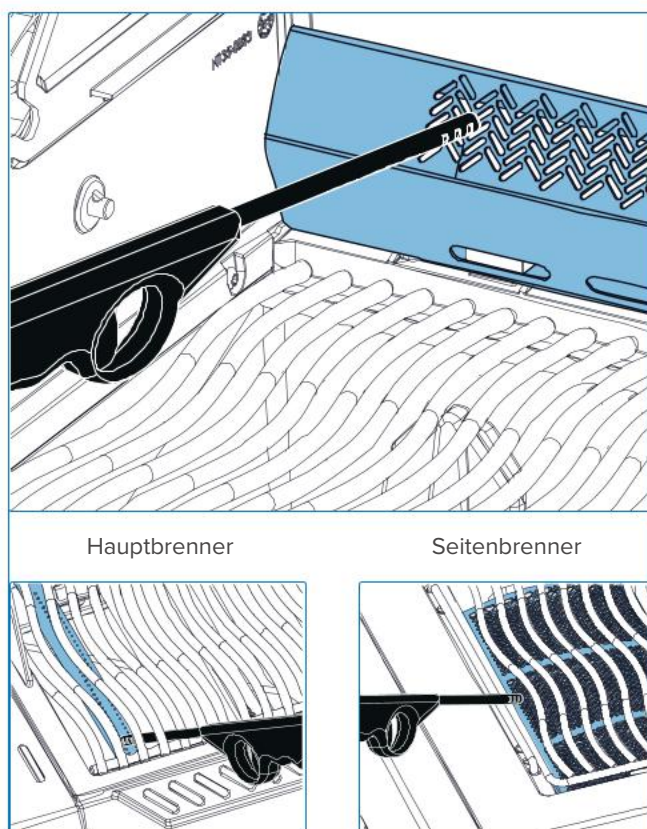

Abb. 8
3. Drehen Sie den entsprechenden Brennerknopf gegen den Uhrzeigersinn auf die höchste Stufe, bis er zündet **(Abb. 8).**